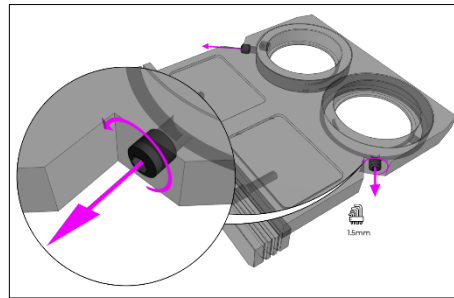

Figura 43
2. Afloje los dos tornillos de sujeción del filtro en el soporte del filtro de excitación con una llave hexagonal de 1,5 mm (Figura 43). Los tornillos de sujeción no deben retirarse.